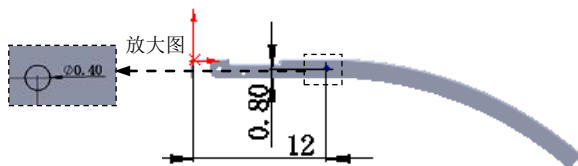

图 14.2.37 横断面草图
② 定义横断面草图。在草图环境中绘制图 14.2.37 所示的横断面草图。
(3) 定义切除深度属性。在“切除—拉伸”对话框 **方向 1** 区域的  下拉列表中选择 **完全贯穿** 选项，选中 ☒ **正交切除(N)** 复选框。其他选择默认设置值。
(4) 单击  按钮，完成切除—拉伸 4 的创建。